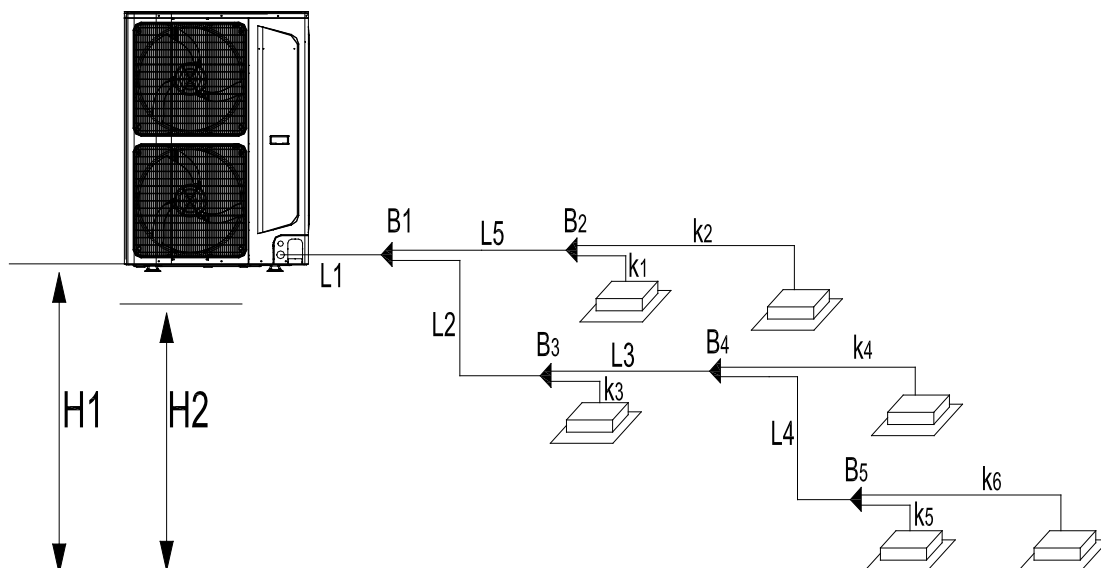

Рис.1.8
1.7.2 Параметры фреопровода для моделей 12,14, 16, 22.4, 26 кВт (рис.1.8, таблица 1.5)